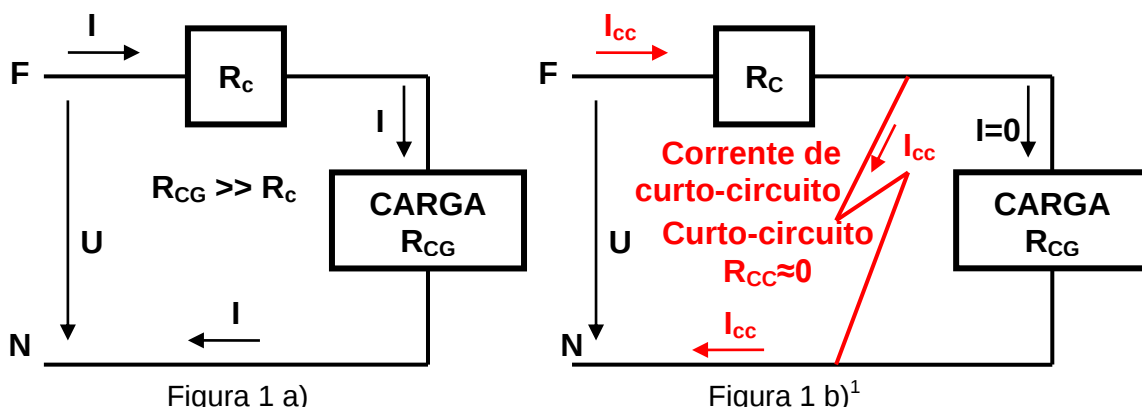

Figura 1 – Circuito entre fase e neutro, em situação normal (a)) e com curto-circuito (b))
Atente-se na Figura 1, onde se representa um *circuito eléctrico* estabelecido entre uma *fase (F)* e o *neutro (N)*, alimentando uma *carga* com uma *resistência* R_{CG} com uma *tensão aplicada*, U , sendo R_c a *resistência do cabo* do circuito: